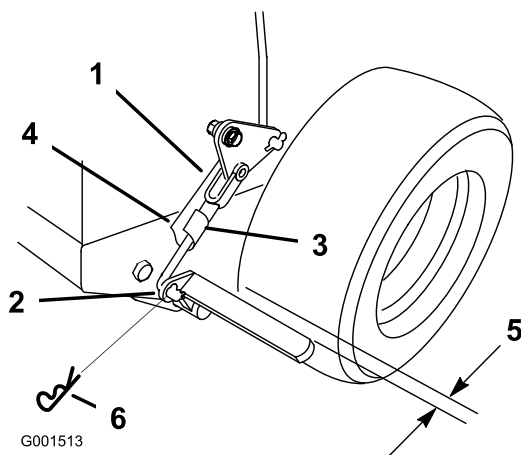

Figura 44
3. Retire el pasador de seguridad del acoplamiento inferior del freno (Figura 44).
4. Gire la horquilla del acoplamiento de freno inferior en el sentido de las agujas del reloj (enroscar) para apretar el freno de estacionamiento; gire la horquilla del acoplamiento del freno en el sentido contrario a las agujas del reloj (desenroscar) para aflojar el freno de estacionamiento (Figura 44).
Nota: Debe haber un espacio de aproximadamente 6 mm (1/4 pulgada) entre el neumático y la barra plana cuando el freno de estacionamiento está en posición de quitado (Figura 44).
5. Fije el acoplamiento inferior a la palanca de freno inferior con el pasador de horquilla y el pasador de seguridad (Figura 44).